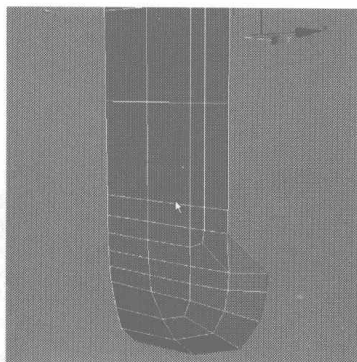
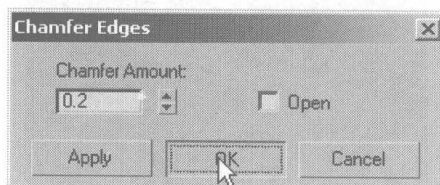
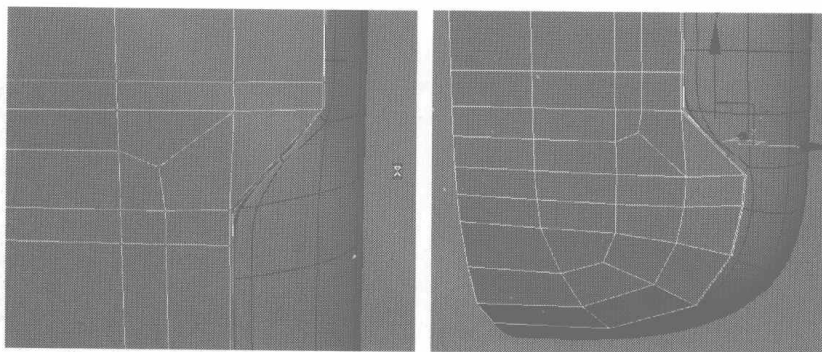

图 4.81
图 4.82
图 4.83
- 30** 选择如图 4.81 所示的边线，在 Edit Edges 卷展栏中单击 **Chamfer** 右侧的小按钮，在弹出的对话框中设置倒角参数，如图 4.82 所示，然后将手机盖拐角处一些多余的节点进行焊接、调整，效果如图 4.83 所示。